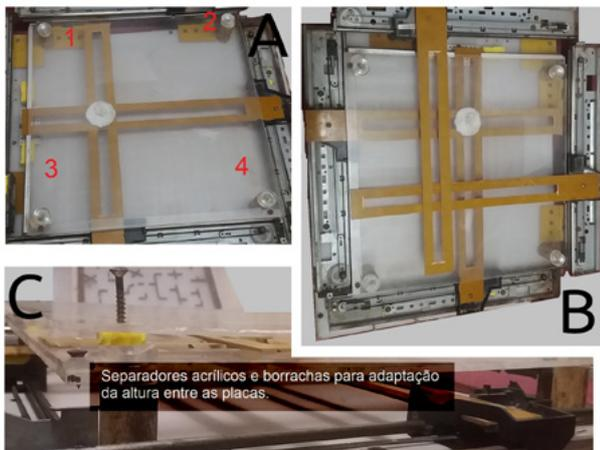

Figura 9 – Encaixe de ambas as partes do jogo.
Como sustentação entre as partes acrílicas, quatro rodela acrílicas e pedaços de borracha foram usadas como separadores, para melhores ajustes como mostrado na foto da figura 9 (C).
Os separadores de acrílico e as borrachas também servem de apoio para a placa acrílica, portanto devem ser encaixados primeiramente como mostra a mesma foto da figura 9 (A).
Após isso, as hastes de fenolite do segundo quadrante já podem ser encaixadas e parafusadas como mostrado a figura 9 (B).